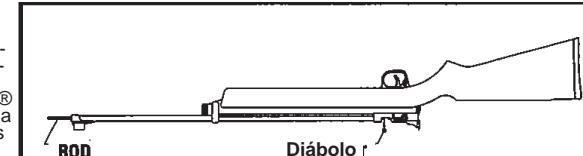

Fig. 7
- Empuje el diáculo al puerto de carga de diáboles (frente del cerrojo). **(Fig. 7)**
- Empuje el diáculo atorado al puerto de carga de diáboles (frente del cerrojo). **(Fig. 7)**